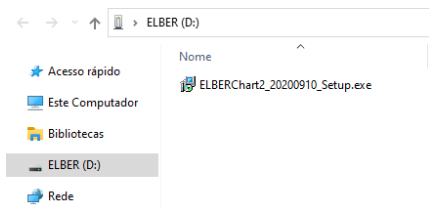

Imagen 01
1. Haga clic en el icono "Abrir" y seleccione el archivo de instalación, haga clic dos veces (imagen 01)